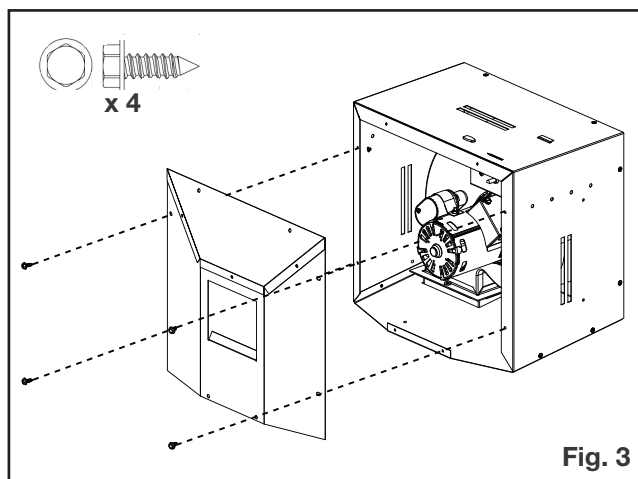

Fig. 3
17. Installez/réinstallez l'assemblage du panneau d'accès en ligne à l'aide de quatre vis (**Fig. 3**).